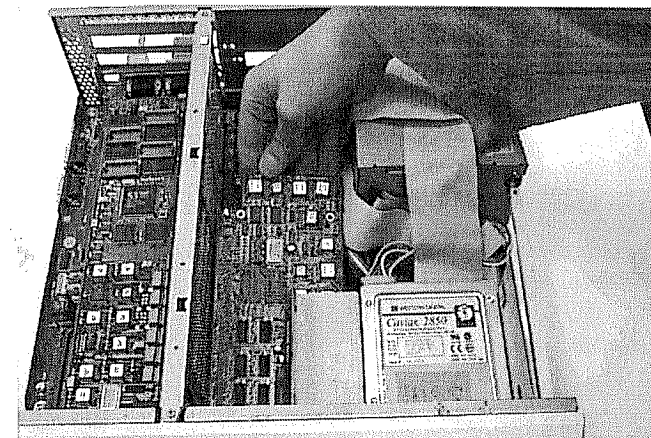

Abbildung 1.
6. Danach wird die Prozessorplatine wie in Abbildung 1 aus dem Rechner genommen. Falls die Platine sehr fest sitzt, sollte darauf geachtet werden, daß auch alle vier Abstandshalter lose sind. Die Platine kann nun durch leichtes Kippen aus dem Rechner herausgenommen werden. Falls die Abstandshalter nicht in der Hauptplatine sondern auf der Pro-